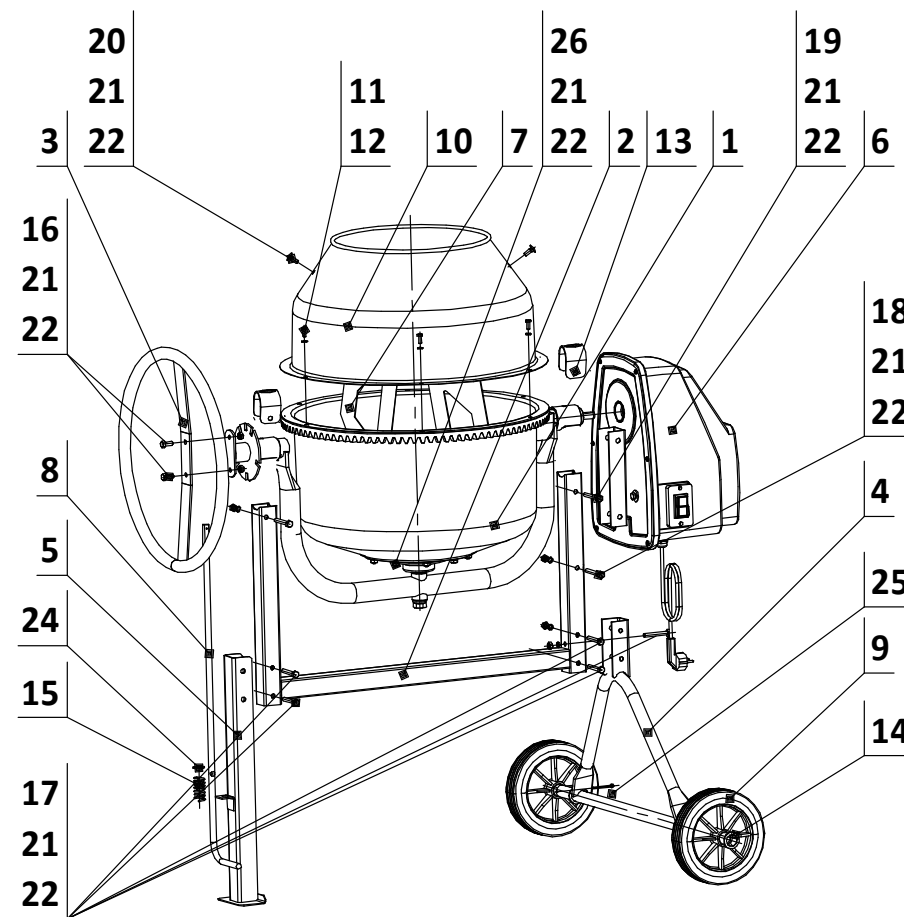

Рис.1
5.1. Основными узлами бетоносмесителя являются барабан смесительный (поз.1+поз.10), траверса, рама поз.2, механизм опрокидывания (маховик) поз.3 и фиксации барабана поз.8, рама нижняя поз.4, стойка поз.5, электропривод поз.6 и колеса поз.9 (см. рис.1).
Снаружи смесительного барабана закреплен зубчатый венец, внутри установлены две лопасти поз.7, осуществляющие перемешивание смеси (см.рис.1).
Траверса бетоносмесителя закреплена на раме, которая одновременно соединена с рамкой нижней поз.4, с установленными на ней колесами поз.9 и стойкой поз.5 (см. рис.1).
Поворот положения смесительного барабана в процессе работы осуществляется вручную с помощью маховика поз.3 и устанавливается в необходимом положении фиксатором поз.8 (см. рис.1).